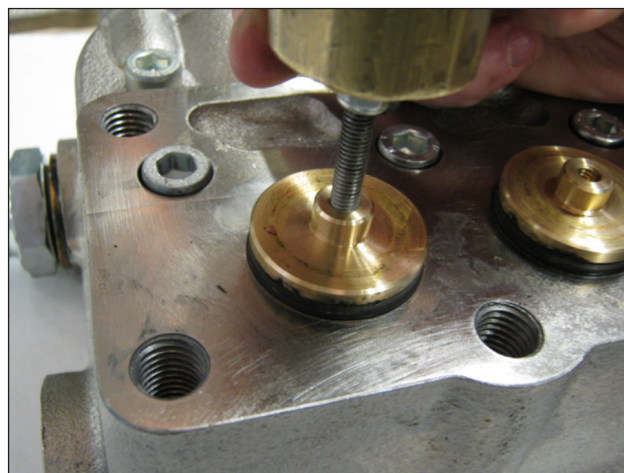

Abb. 17
- Entfernen Sie die Saug-/Druckventilkappen der Pumpen KT24-26-28-30-32 - KTR-28-32 - WK155-WK6 (Abb. 17);